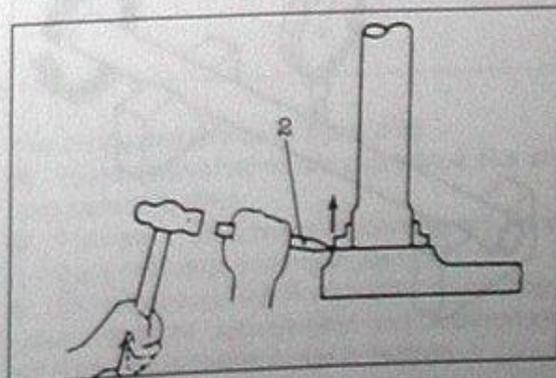

Bild 266
- Unteren Lauftring mit Hammer und Meißel vom Sitz treiben (Bild 266).